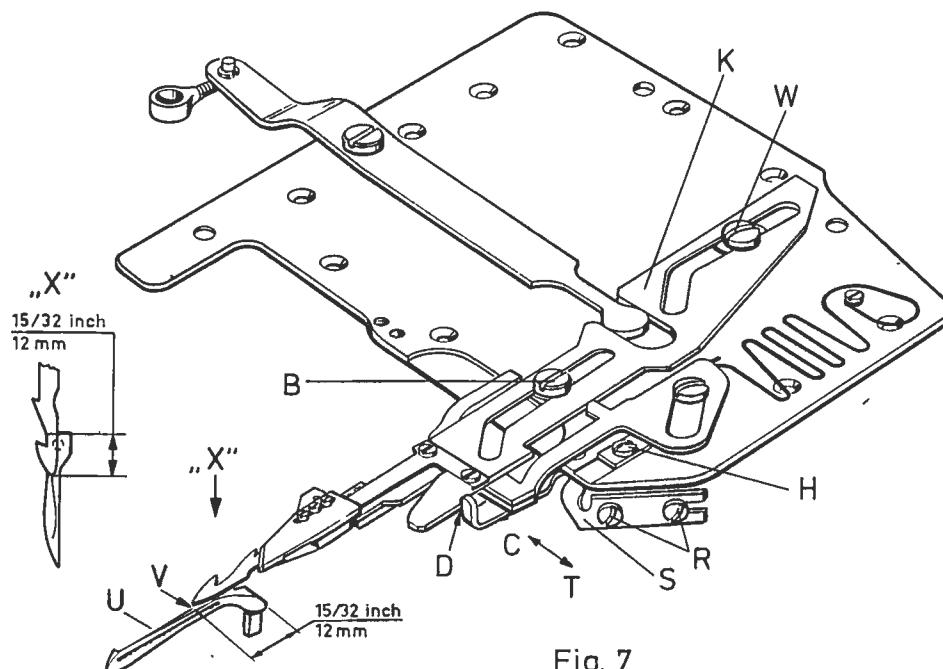
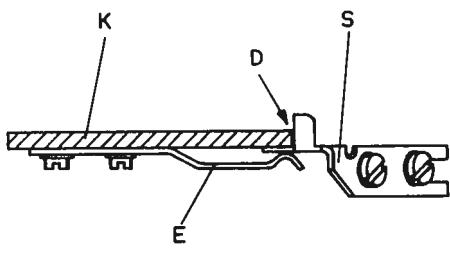
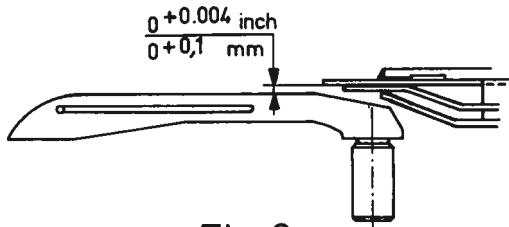

Fig. 7
Fig. 8
Fig. 9
- 6.1 Loosen screws (R, Fig. 7) and move guide (S) in direction of arrow to "T".
- 6.3 The lower knife tip and edge of looper (U, Fig. 7) coincide point (V, Fig. 7) when swinging lower knife to the left.
To obtain this setting loosen screw (W, Fig. 7) and rotate lower knife holder (K) around screw (B) until the lower knife tip is set correctly at point "V". Retighten screw (W).
- 6.1 Lösen Sie die Schrauben (R, Fig. 7) und schieben Sie die Seitenführung (S) in Pfeilrichtung nach "T".
- 6.3 Die Untermesserspitze und die Greiferkante (U, Fig. 7) decken sich während des Einschwenkens des Untermessers im Punkt (V, Fig. 7). Der Punkt (V) liegt etwa 12 mm vor der rechten Kante des Greifers entfernt.
- Zur Einstellung löst man die Schraube (W, Fig. 7) und dreht den Untermesserträger (K) um die Schraube (B) bis die Untermesserspitze in der richtigen Stellung bei "V" steht. Ziehen Sie die Schraube (W) wieder an.
- 6.4 Swing KLIPP-IT until the lower knife tip reaches point (V, Fig. 7). Now move guide (S, Fig. 7) in direction of arrow to "C" until it contacts the lower knife holder (K) at point "D" without deflecting it.
The height of the lower knife above looper blade (Fig.9) can be adjusted simultaneously by lowering or raising guide (S, Fig. 8), as the guide (S, Fig. 8) is positioned between lower knife holder (K, Fig. 8) and spring (E, Fig. 8). Retighten screws (R, Fig. 7).
Note: Every time the screw (W, Fig. 7) is loosened for adjusting the lower knife tip, it is necessary to readjust the guide (S, Fig. 7).
- 6.4 Schwenken Sie den KLIPPAB ein bis die Untermesser spitze im Punkt (V, Fig. 7) steht. Jetzt schieben Sie die Seitenführung (S, Fig. 7) in Pfeilrichtung nach "C" bis sie im Punkt "D" am Untermesserträger (K), ohne zu drücken, anliegt.
Gleichzeitig wird mit der Seitenführung (S, Fig. 8), durch Verschieben nach oben oder unten, die Höhe des Untermessers über dem Greiferrücken eingestellt (Fig.9), da die Seitenführung (S, Fig. 8) zwischen Untermesserträger (K, Fig. 8) und Feder (E, Fig. 8) liegt. Ziehen Sie die Schrauben (R, Fig. 7) wieder an.
Beachten Sie: Nach jedem Lösen der Schraube (W, Fig. 7) zum Einstellen der Untermesserspitze, muß die Seitenführung (S, Fig. 7) neu eingestellt werden.